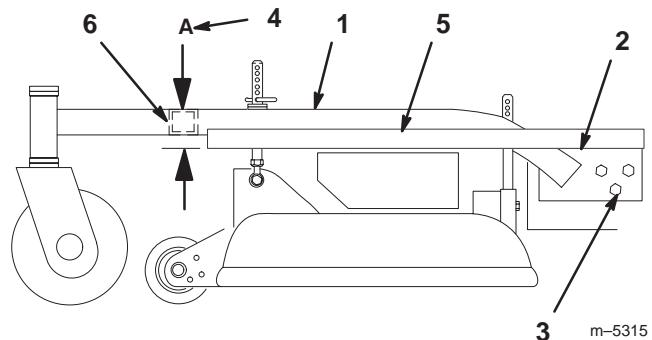

Figura 45
- Mettete un lungo regolo sulla scocca del motore, come riportato nella Figura 45.